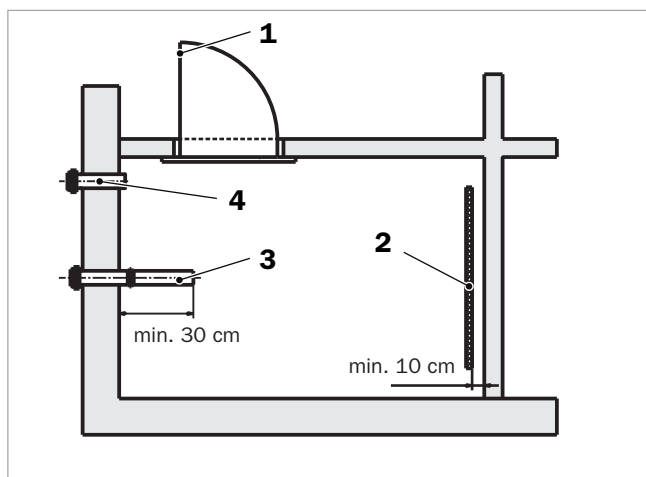

Abb. 61: Pelletlagerraum – Ansicht von oben
→ Abb. 61 zeigt die Anordnung des Lagerraumzubehörs. Die Anschlussstutzen bestehen aus einem Einblasstutzen (3) und einem Abluftstutzen (4). Beide sollten bevorzugt ins Freie geführt werden, damit die bei der Lagerung entstehenden Gase entweichen können. Die Türschiene (1) halten Holzplanken vor der Türöffnung, die die Last der Pelletschüttung aufnehmen. Eine Prallschutzmatte (2) muss gegenüber des Einblasstutzens so angebracht werden, dass der Pelletstrahl sie voll treffen kann.